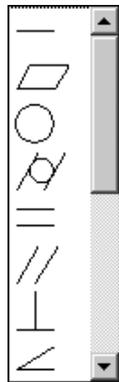

Рис. 5.25. Раскрывающийся список знаков для обозначения допусков формы
- щелкните в диалоговом окне **Обозначение допуска** в разделе **Знак** по раскрывающемуся списку знаков для обозначения допусков формы. Появится список знаков для обозначения допусков формы (рис. 5.25).